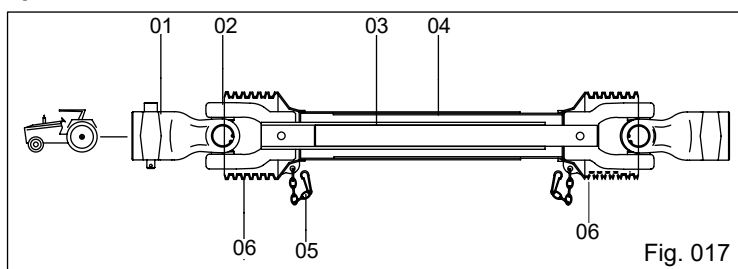

Fig. 017
a) Cardan com ângulo aberto WWE (Fig. 017)
- 02 - Garfo duplo (WW).